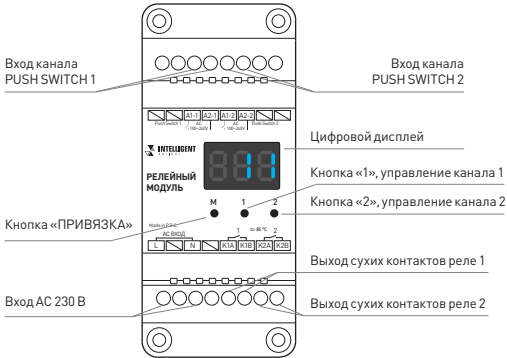

Рис. 3. Назначение элементов питания и управления модуля
- 3.3. Ознакомьтесь с назначением элементов питания и управления модуля (см. рис. 3).